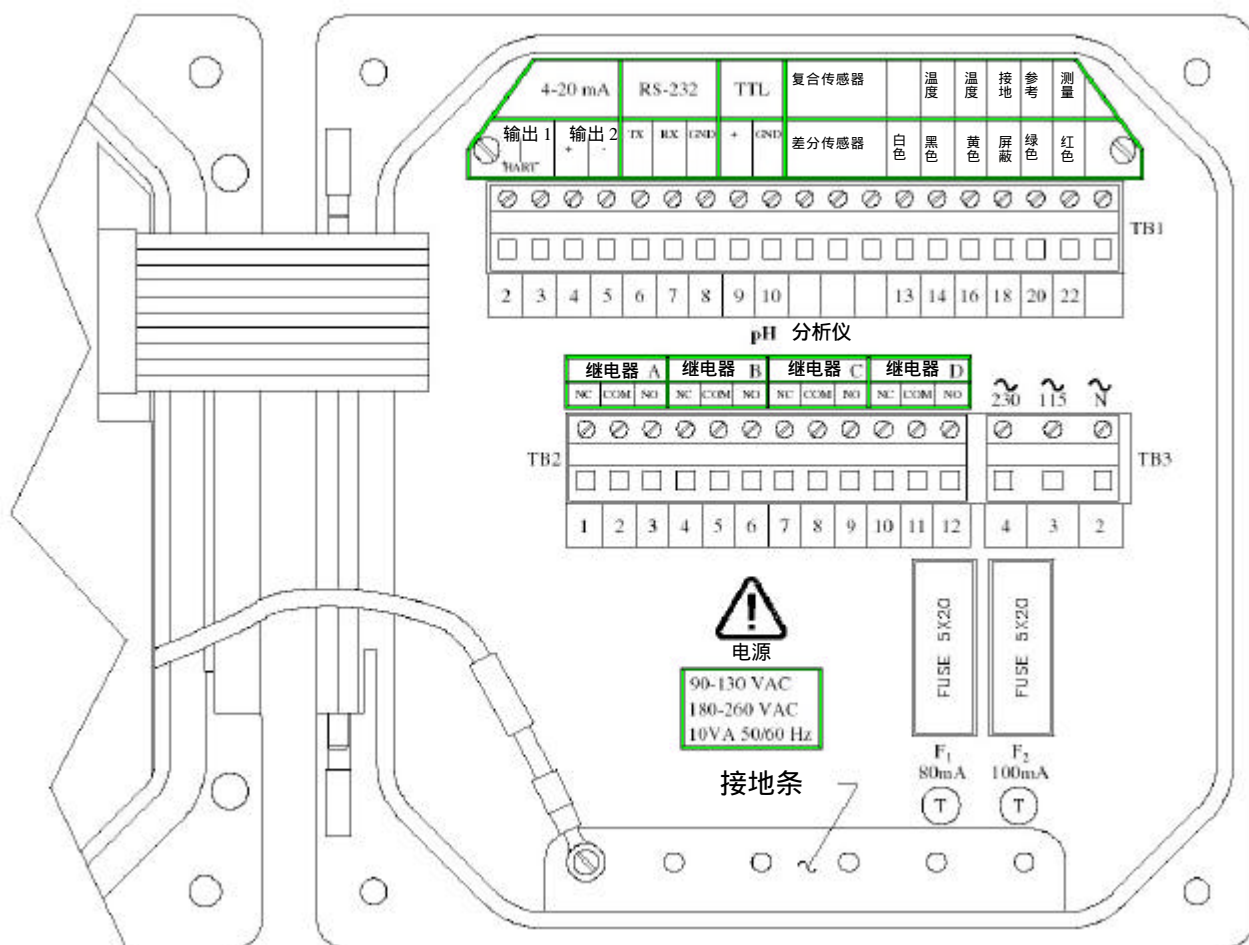

图2-3 用于序列号前缀带“B”的分析仪接线端子名称
为了靠近接线端子进行电气连接，旋开四个固定螺丝后打开上盖。图 2-3 或 2-4 表示接线端子排列和它们的名称。
- 序列号前缀带“B”分析仪的壳体底部（5 个开孔，图 2-3）的接地片